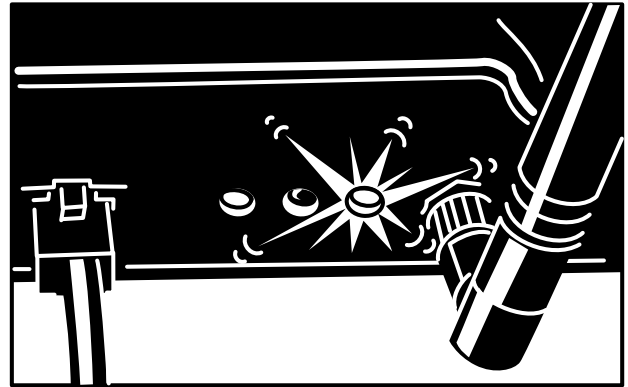

Figura 11
3. Certifique-se de que a luz de ligação à Internet acende (Figura 11).